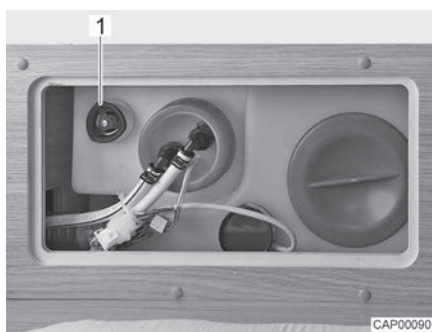

Fig. 75 Réservoir d'eau avec poignée tournante
- Faire tourner la poignée tournante (Fig. 75,1) du réservoir d'eau à fond dans le sens inverse des aiguilles d'une montre au-delà de la résistance pour ouvrir entièrement l'ouverture d'écoulement.